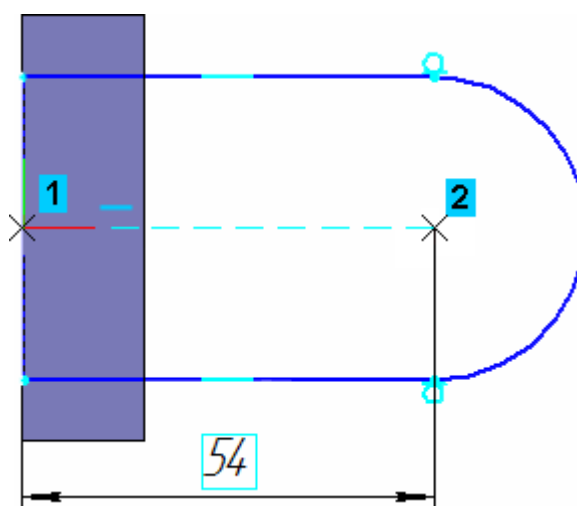

Рисунок 25.
- Проставьте горизонтальный линейный размер между точками и присвойте ему значение 54 мм (рис. 25)